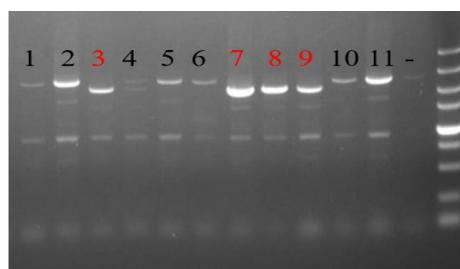

Figure 8. 接合子 PCR 验证
1) 阳性接合子的筛选：接合子长出来后，将其于无抗板划小方格，3 天左右用 Chelex 树脂处理，用 PCR 进行验证，筛选到含有阳性条带的接合子，如图 8 所示（红色标注的为阳性接合子）；